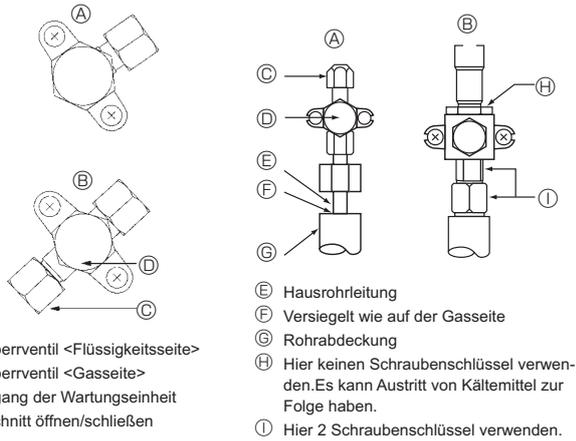

Fig. 4-5
4.4. Verfahren zum Prüfen der Rohre auf Dichtigkeit (Fig.4-5)
- Wenn der Druck in den Schritten (2) oder (3) abfällt, entweicht Gas. Suchen Sie nach der Gasaustrittsstelle.